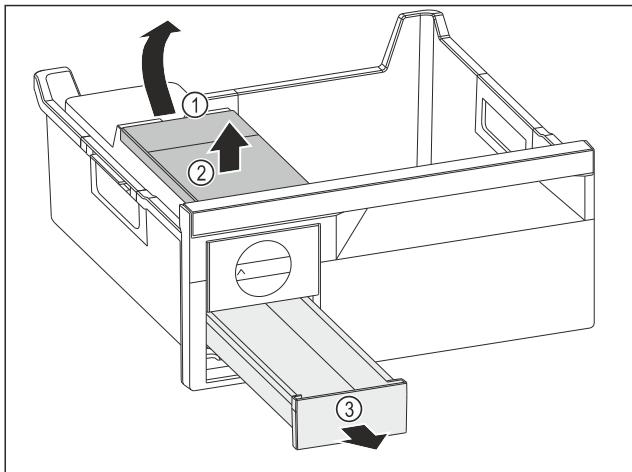

Fig. 182
- Изваждане на резервоара за вода: Повдигнете резервоара за вода при прореза Fig. 182 (1).
- Извадете резервоара за вода Fig. 182 (2) нагоре.
- Извадете чекмеджето за ледени кубчета Fig. 182 (3) напред.